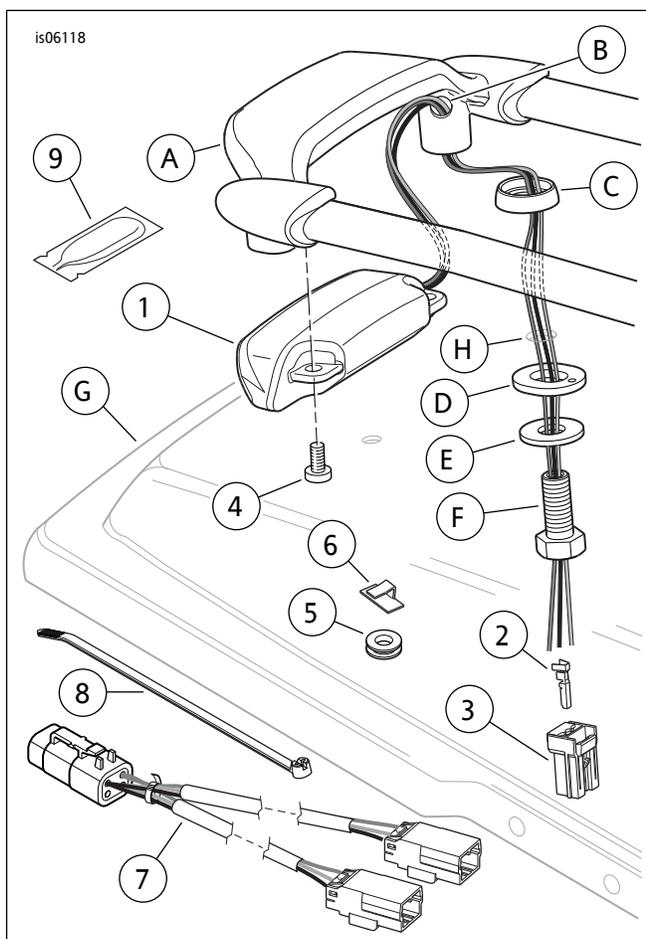

图3。维修零件：AirWing边箱盖护栏灯套件
参见图3和表1。
2. 在所有情况下安装: 参见图3。从套件中取出一个边箱护栏灯组件(1)。
2. 参见图3。从套件中取出六个插座接线端(2)和两个插座盒(3)。参阅维修手册并遵循其说明将接线端压接至边箱护栏灯导线。